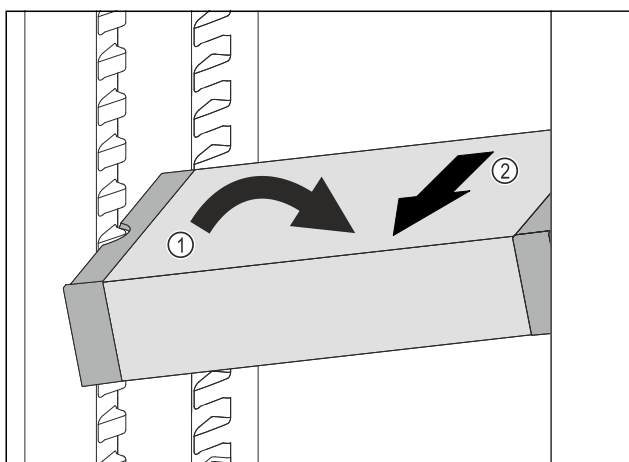

Fig. 133
- ▶ Расположите VarioSafe в холодильном отделении под наклоном. Fig. 133 (1)
- ▶ Извлеките VarioSafe движением вперед. Fig. 133 (2)